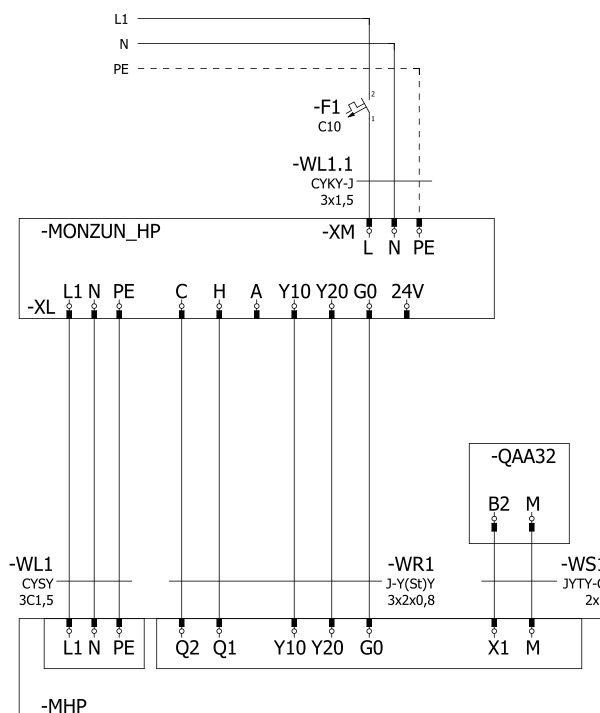

Fig. 23: Schéma de raccordement de l'aérotherme MONZUN-HP au boîtier de commande MHP
8. Le réglage de puissance de l'unité extérieure est correct selon la Fig. 23 et tous les autres réglages de l'unité intérieure et de l'unité extérieure sont corrects.